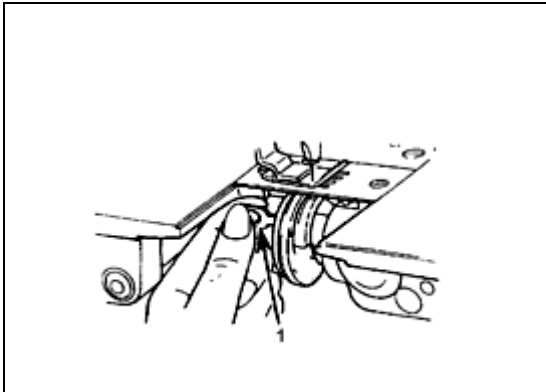

Fig. 8
Abra a trava (1) e remova a caixa de bobina da lançadeira (fig. 8).